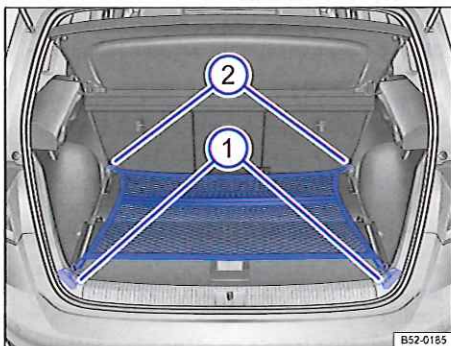

Fig. 106 Dans le coffre à bagages : filet à bagages accroché à plat.
- Si nécessaire, relevez les œillets d'arrimage avant ⇒ **fig. 106** ②.
- Accrochez les crochets du filet à bagages dans les œillets d'arrimage ② ⇒ **⚠**. Pendant cette opération, la fermeture éclair du filet à bagages doit être tournée vers le haut.
- Accrochez les crochets du filet à bagages dans les œillets d'arrimage ①.